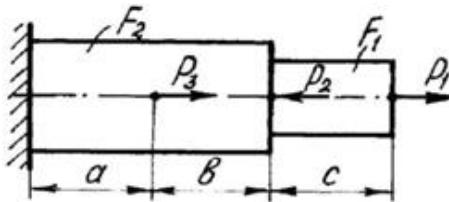

Рисунок 1. Схема нагружения бруса
**Задание 1.** Для ступенчатого бруса (рис. 1) требуется: